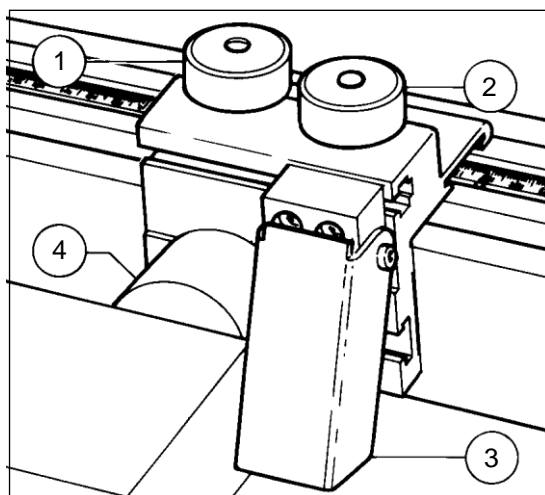

Fig.22
De aanslagbalk heeft 2 vrije wegklapbare aanslagen. De aanslag moet op de aanslagbalk geplaatst worden in functie van het werk dat men wil uitvoeren. Daarna moet de kartelschroef (fig.22,1) aangedraaid worden teneinde het lichaam van de aanslag tegen de balk zelf te drukken, en op die manier mogelijke speling tussen aanslag en balk vermijden door die een halve slag te draaien. Daarna de kartelschroef (fig.22,2) goed vastzetten om de aanslag vast op de aanslagbalk te bevestigen.
Het hout dat men wil bewerken moet goed tegen de aanslag (fig.22,4) en tegen de wegklapbare aanslag (3) gedrukt worden vooraleer het met de excentrische houtduwer vast te klemmen.
Als de kartelschroef (fig.22,1) niet vaststaat (altijd een halve slag in de ene of de andere richting) bestaat het risico een verschil te hebben tussen het eindstuk en de aanslag (die dezelfde dikte hebben), en dus een valse hoek te hebben, of dat het hout niet goed in lijn tegen aanslag en eindstuk zit.